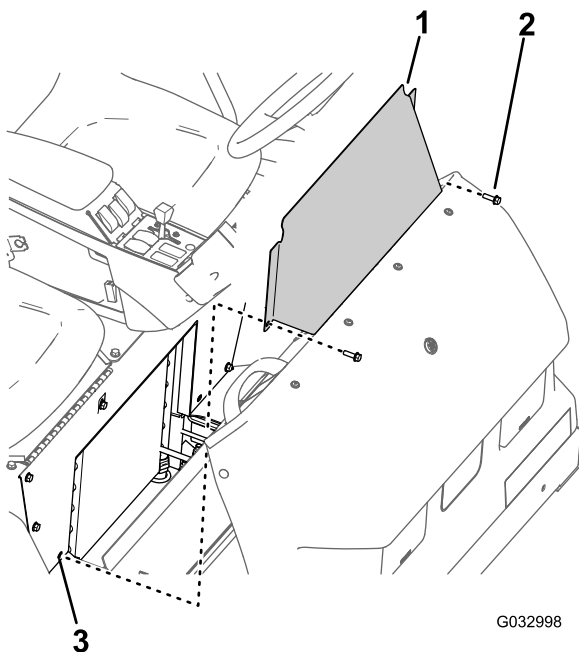

Figure 60
1. Retirez les 2 boulons à embase qui fixent le panneau d'accès à la base du siège (Figure 60).
2. Déposez le panneau d'accès à la base du siège de la machine (Figure 60).
1. Alignez les trous du panneau d'accès et les trous dans la base du siège (Figure 60).
2. Fixez le panneau d'accès à la base du siège au moyen des 2 boulons à embase (Figure 60) retirés à l'opération 1 de la section Dépose du panneau d'accès à la base du siège (page 53).